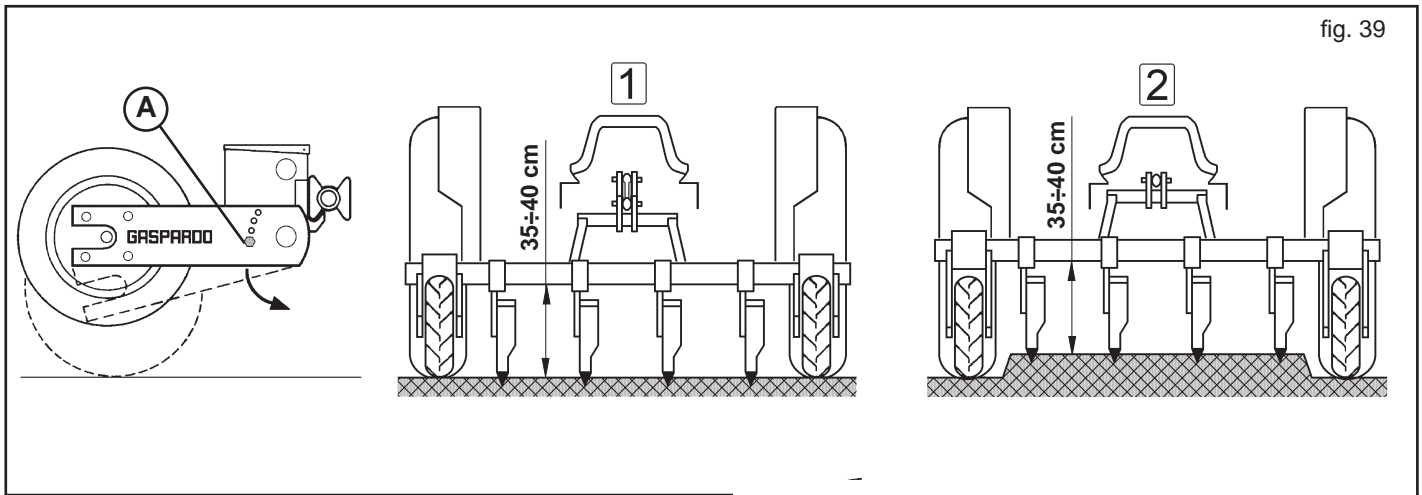

fig. 39
- Die Schraube (A, Abb. 39) des Radtragers herausziehen;
- Die Radhalterung drehen, bis der Zeiger (B, Abb. 39) sich an der Schraube (C, Abb. 39) befindet.
Sämaschineeinstellungen (Abb. 39):